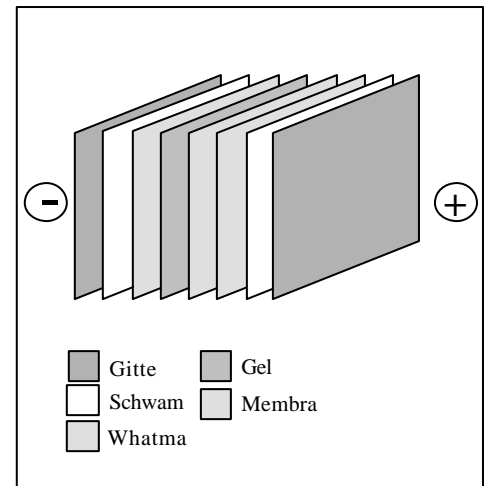

Abb. 4 Elektro-Blotting
- In Abb. 4 sind die einzelnen Schichten der Blotvorrichtung zu sehen. Zwischen den Lagen sollten keine Luftblasen vorhanden sein. Der Zusammenbau erfolgt in einer Wanne mit Transferpuffer.